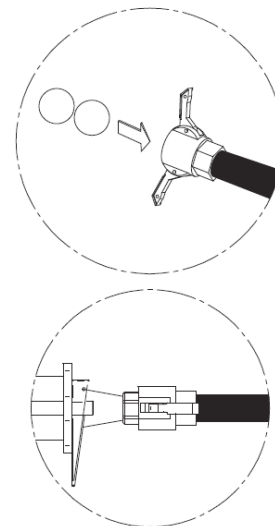

FIG.8
- In die noch mit Material gefüllten Schläuche zwei Waschschwämme einführen und den Schlauch an die Sammelleitung anschließen (Abb. 8).